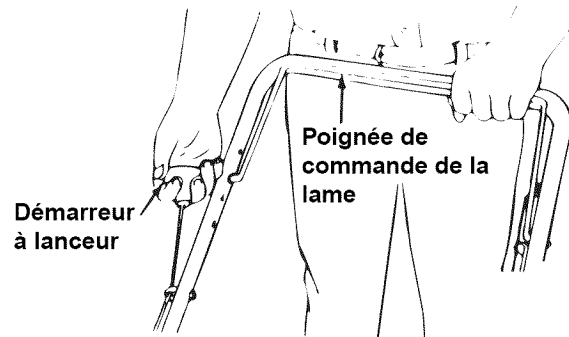

Figure 7
- Tenez-vous derrière la machine, appuyez sur la poignée de commande de la lame et maintenez-la contre le guidon supérieur, comme à la Figure 7.